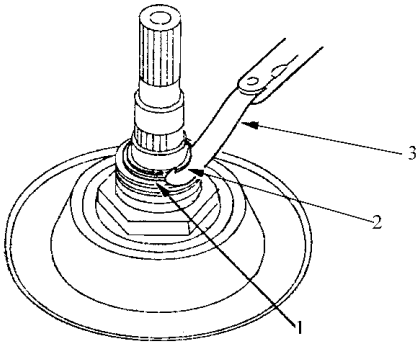

图 5-139 测量止推垫片和卡环之间的间隙
46) 如图 5-139 所示, 使用塞尺, 测量 22 × 28mm 止推垫片和卡环之间的间隙。至少测量三个位置, 取平均值作为实际间隙值。标准: 0.37 ~ 0.65mm。